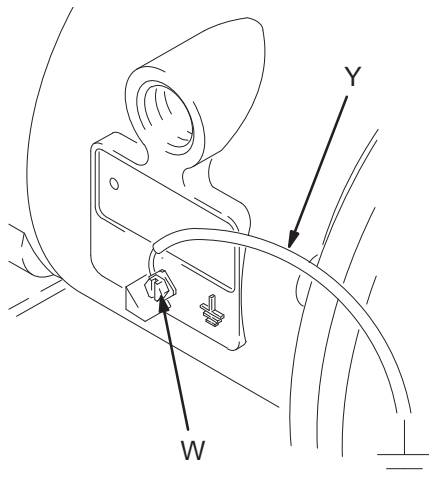

Fig. 1
- L'installazione tipica riportata in FIG. 1 costituisce solo un'indicazione per la selezione e l'installazione dei vari componenti del sistema. Contattare il distributore Graco per l'assistenza tecnica per progettare un sistema adatto alle proprie necessità.
- **Pompa:** Collegare un cavo di messa a terra e il morsetto come mostrato in FIG. 1. Allentare la vite di messa a terra (W). Inserire un'estremità del cavo di messa a terra con sezione minima di 12 ga (1,5 mm²) (Y) dietro alla vite di messa a terra e stringere saldamente la vite. Collegare il morsetto del cavo di messa a terra a una presa di terra efficace. Ordinare il cavo di messa a terra e il morsetto con il codice n. 222011.